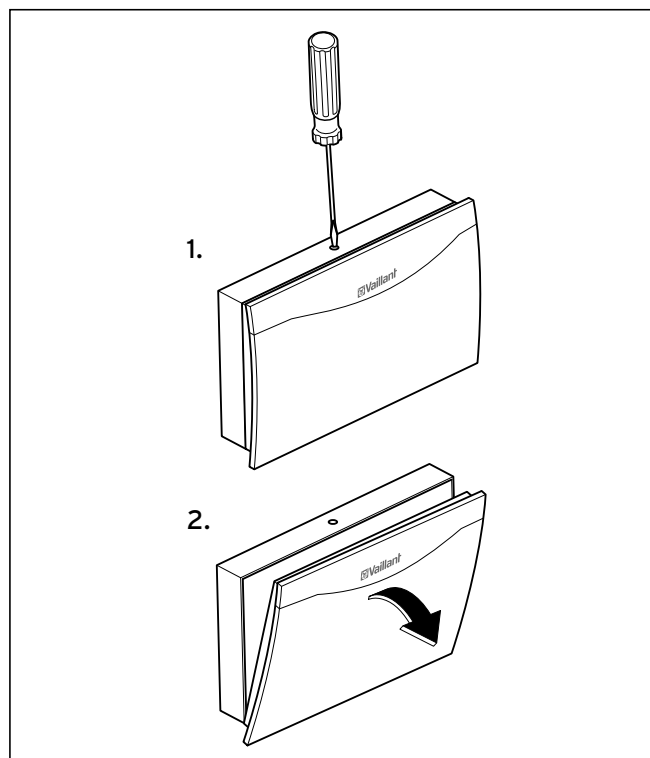

Bild 5.1 Öppna huset
- Markera skruvhålen på väggen, använd apparaten som schablon (1).
- Skruva fast kåpan enligt (→ Bild 5.1).
- Skruva fast kåpan enligt (→ **Bild 5.1**).